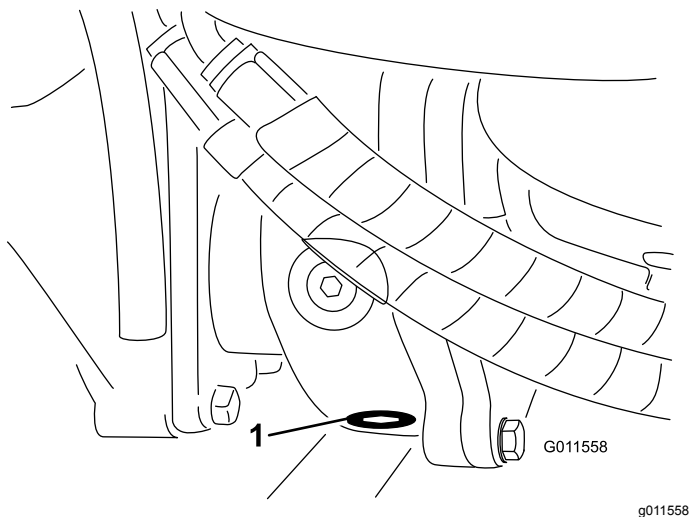

Bild 70
5. Reinigen Sie den Bereich um die Ablassschraube an der Unterseite des Getriebes (**Bild 70**).